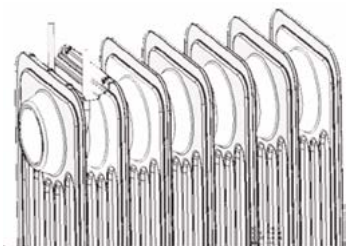

Рис. 2
3. Закрепите пластины колёс на нижнюю часть секций радиатора при помощи прилагаемых U-образных скоб и барашковых гаек, пропустив U-образную скобу под соединительный межсекционный элемент и соединив скобу с пластиной колес (рис. 2, 3).